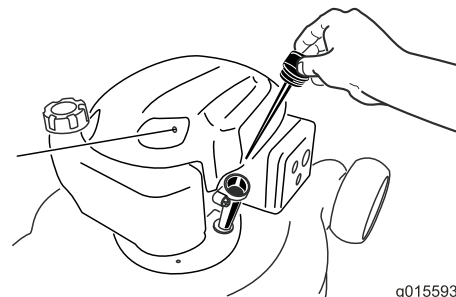

Figura 11
2. Retire a vareta (Figura 11) e deite cerca de 3/4 da capacidade do cárter de óleo para o tubo de enchimento de óleo.